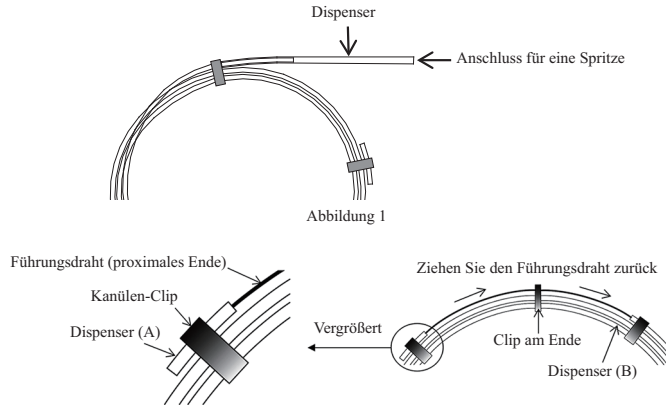

Abbildung 2
hinteren Clip und schieben Sie das Distale des Führungsdrahtes langsam durch das Halterrohr (B) (Abbildung 2).